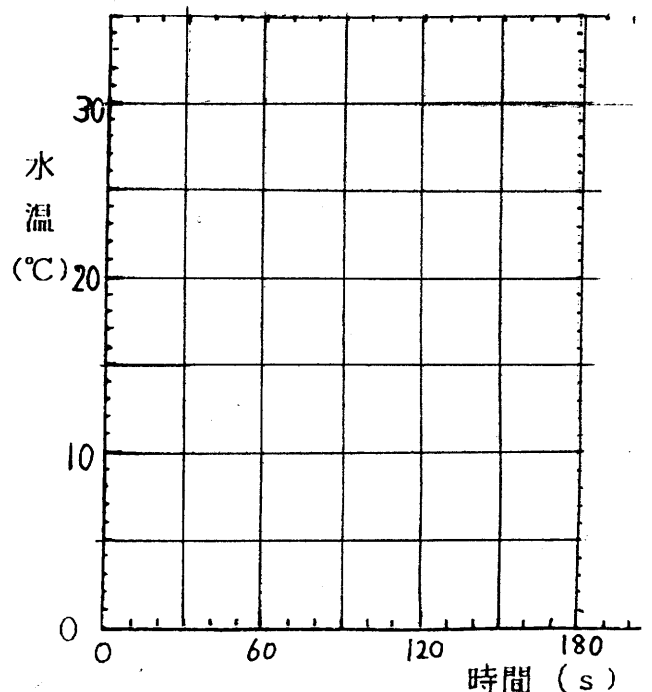

図3 水温の変化 ( $t_1 \rightarrow t$ )
8. 攪拌棒でよくかき混ぜながら10秒毎に3分間、水温を記録し、温度変化が少なくなり一定になったときの最高温度t [°C]を求める。このときのグラフを図3（p.3）にプロットせよ。